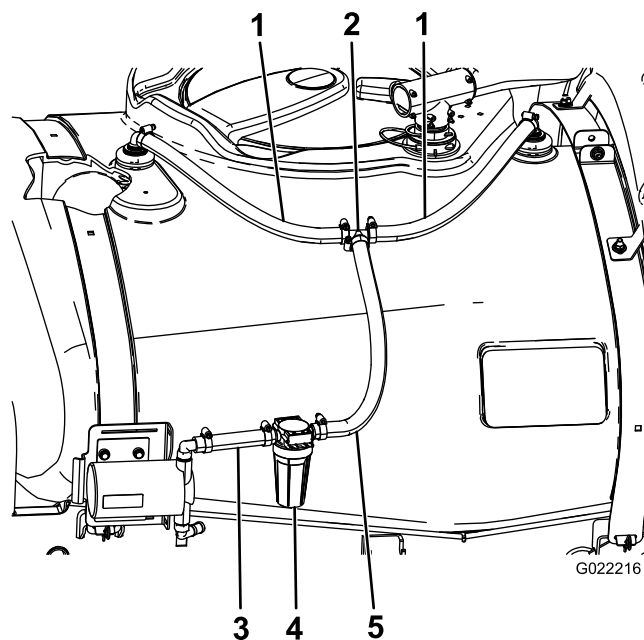

図 11
1. 先ほど取り付けたすすぎノズル・ホースバーブに、それぞれ 48 cm ホースを取り付ける；ホースクランプ2個を使用する（図 11）。
2. ホースの自由端を、T字フィッティングに接続する；ホースクランプ（2個）を使用する（図 11）。
1. すすぎフィルタホースの長い方の端を、T字フィッティングに取り付ける；ホースクランプを使用する（図 11）。
2. すすぎフィルタホースのもう一方の端を、すすぎポンプの上側ホースバーブに接続する；ホースクランプを使用する（図 11）。